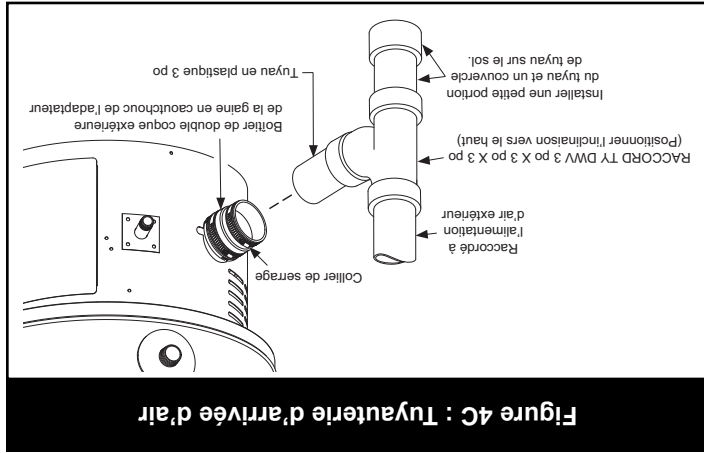

Figure 4C : Tuyauterie d'arrivée d'air
- Desserrer le collier de serrage sur le manchon en caoutchouc de l'adaptateur et glisser la tuyauterie en plastique dans le manchon en caoutchouc de l'adaptateur. Une fois la tuyauterie en place, serrer le collier de serrage. Installer un raccord d'évent/vidange/d'évacuation pour piéger tous particules en suspension dans l'air (voir Figure 4C).
- Retirer la gaine en caoutchouc de l'adaptateur contenant le boîtier de la double coque extérieure en tournant dans le sens horaire environ 1/2" (30,5 cm) et en retirant le boîtier de la double coque intérieure (voir Figure 4C).